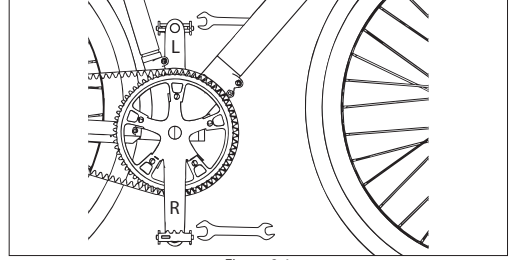

Figura 8-1
- Folosiți cheia de 15 mm pentru a monta pedalele, așa cum este arătat în [Figura 8-1].